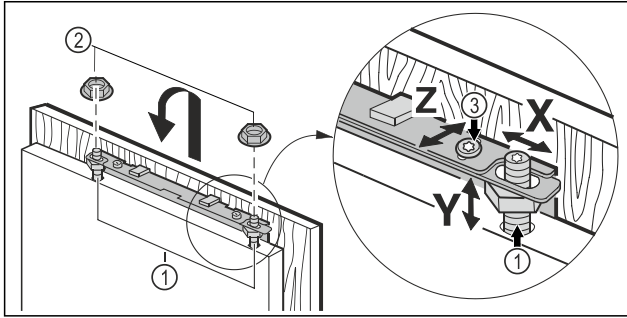

Fig. 18
- Αναρτήστε την πόρτα επίπλου στους πείρους ρύθμισης Fig. 18 (1) και βιδώστε τα κόντρα παξιμάδια Fig. 18 (2) πρόχειρα στους πείρους ρύθμισης.
- Ευθυγράμμιση πόρτας επίπλου σε ύψος Y και ως την πλευρική κλίση: Ρυθμίστε τον πείρο ρύθμισης Fig. 18 (1) με κατσαβίδι.
- Σφίξτε τα κόντρα παξιμάδια Fig. 18 (3).